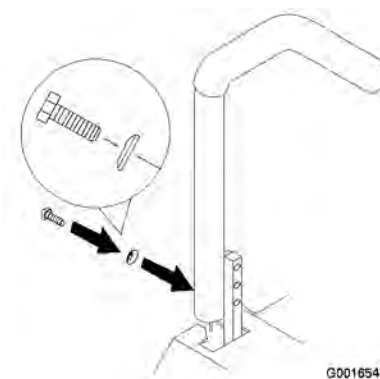

Figura 48
3. Instale los pernos y las arandelas curvas de las palancas (Figura 48).